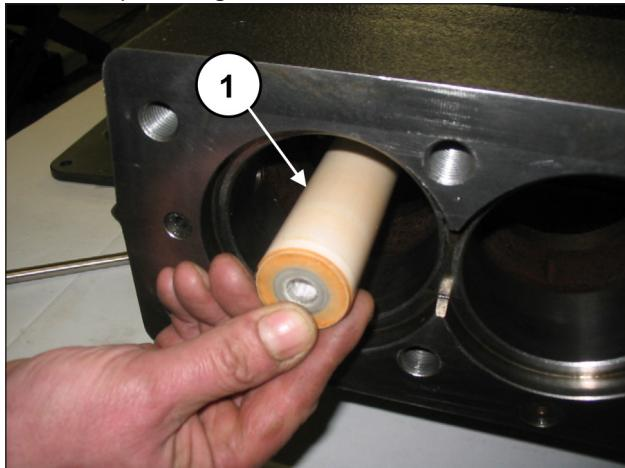
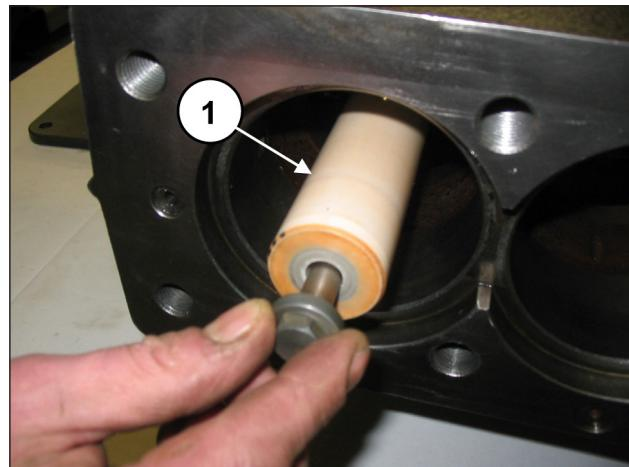

Fig. 157
Fig. 158
Montar los pistones en sus guías (pos. ①, Fig. 157) y fijarlos como en la pos. ①, Fig. 158.